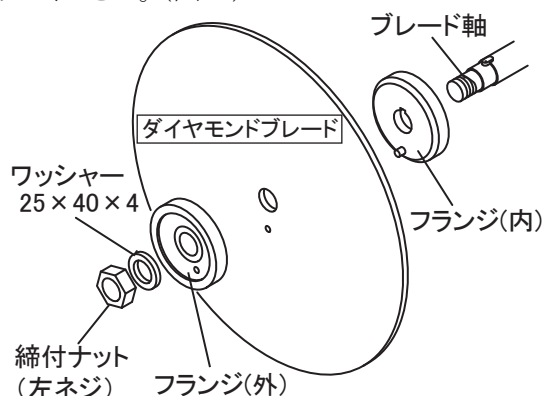

図 14
1. ブレード軸にフランジ(内)、ダイヤモンドブレード、フランジ(外)、ワッシャー25×40×4の順に取り付け最後に締付ナット(左ネジ)で十分に締め付けてください。(図14)